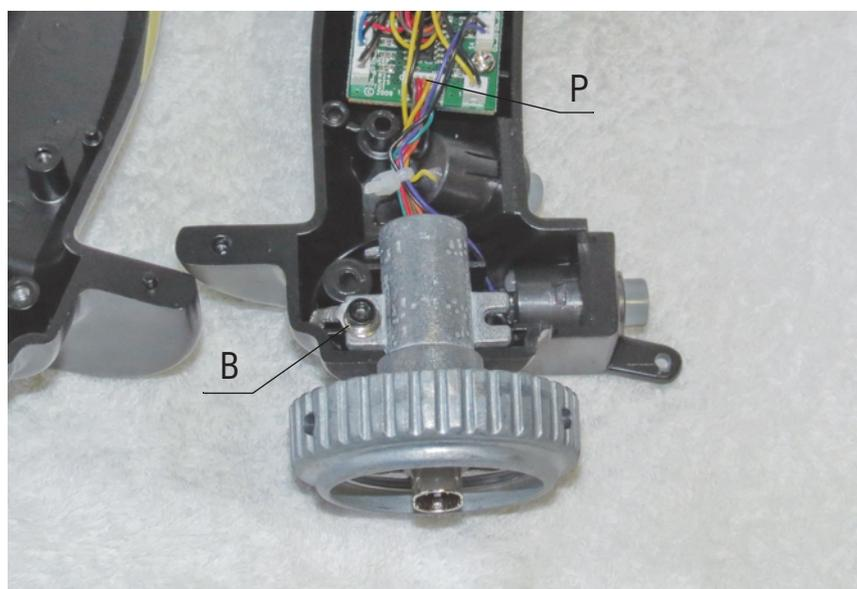

Рис. 3.3.
- Отверните винт В, крепящий шток ручки (рис. 3.3).